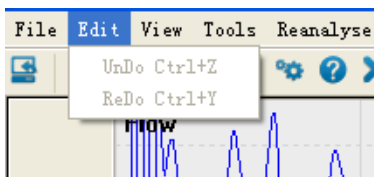

Figura 5-4-2
2. Ci sono due opzioni di menu nel menu “Modifica”: “Annulla Ctrl Z” e “Ripeti Ctrl Y” (come in Figura 5-4-2). Cliccare sulle opzioni per annullare e ripetere le osservazioni sulla forma d’onda.